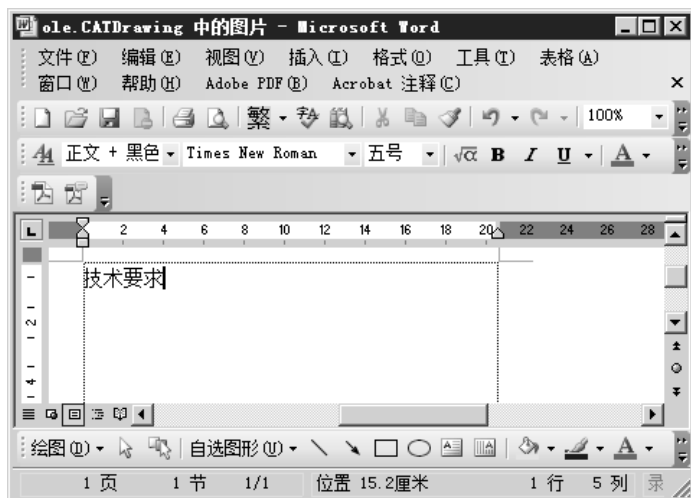

图 11.2.2 Word 文档窗口
Step3. 在“插入对象”对话框中选中 **新建(N)** 单选按钮, 在 **对象类型(T):** 列表区域中选中 **Microsoft Word 图片** 选项作为要插入到 SolidWorks 工程图中的对象类型, 单击 **确定** 按钮, 此时在 SolidWorks 中弹出图 11.2.2 所示的 Word 文档作为 OLE 对象。